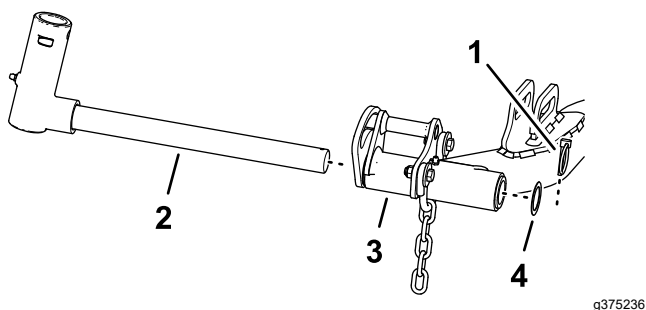

Figura 19
1. Retire el pasador de seguridad y la arandela que fijan el brazo giratorio al brazo de elevación, y retire el brazo giratorio del brazo de elevación (Figura 19).